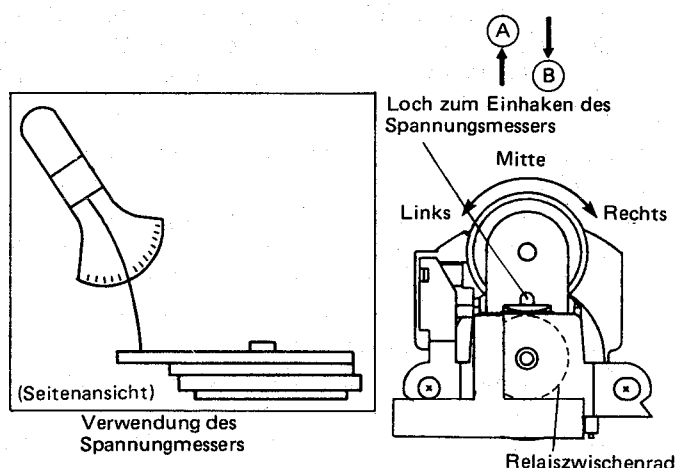

Abbildung 14.
2. Das Spulenzwischenrad gemäß Abb. 14 zu seiner Mittelstellung bewegen.
3. Das Spulenzwischenrad mit Hilfe eines Spannungsmessers gemäß Abb. 14 in Pfeilrichtung ➡ (A) drücken, so daß sich das Spulenzwischenrad von der Spulenmotorriemenscheibe wegbewegt.
4. Die Kraft gemäß Abb. 14 allmählich in Pfeilrichtung ➡ (B) verringern, so daß das Spulenzwischenrad wieder die Spulenmotorriemenscheibe berührt. Nachprüfen, ob der auf dem Spannungsmesser angezeigte Wert innerhalb des Bereichs von 105 bis 145g.cm liegt.